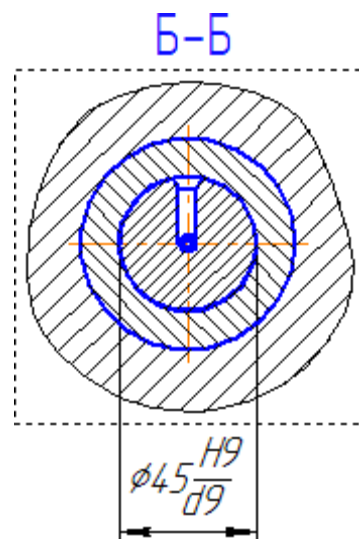

Рисунок 16.
- Проставьте размер и значок обозначения центра (рис.16).